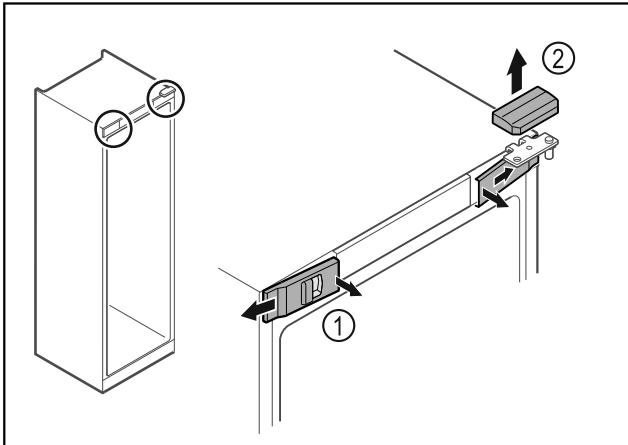

Fig. 12
- Izvadite prednje poklopce Fig. 12 (1) iznutra i skinite ih na stranu.
- Skinite gornji poklopac Fig. 12 (2) prema gore.